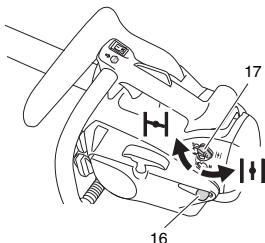

Fig. 12
3. Empuje la bomba (16) aproximadamente 10 veces de manera que el combustible fluya a través de la bomba de imprimación hacia el carburador. (**Fig. 12**)
4. Gire la palanca del estrangulador (17) hasta la posición de estrangulamiento (**Fig. 12**). Esto bloqueará el estrangulador automáticamente en la posición de arranque.
6. Cuando escuche la primera ignición, vuelve a colocar la palanca del estrangulador en la posición de marcha. (**Fig. 12**)